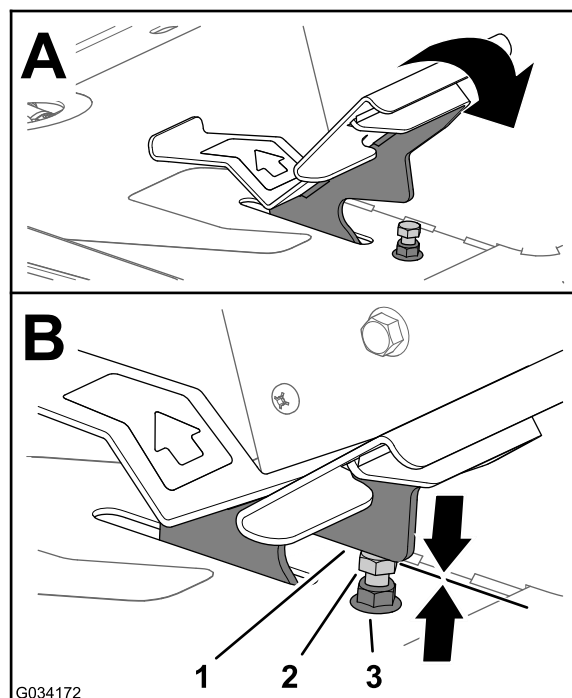
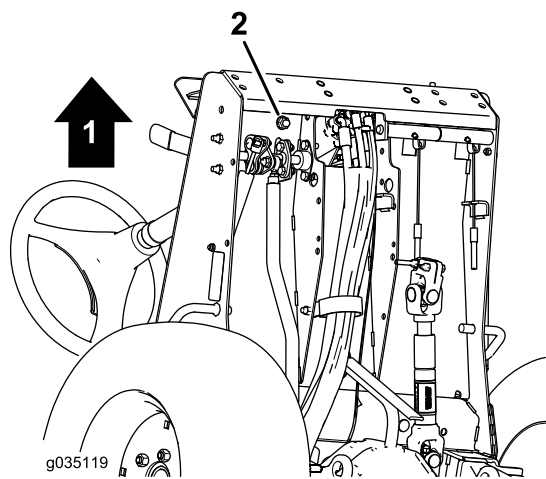

Figura 80
Figura 81
1. Spostate completamente in avanti il pedale di trazione (Figura 80).
- A. Fissate l'arresto del pedale di trazione (Figura 80) con una chiave.
- B. Allentate il controdado nella parte inferiore della piastra di appoggio del piede (Figura 81).
- C. Spostate completamente in avanti il pedale di trazione (Figura 80).
- D. Mantenendo fisso l'arresto del pedale di trazione, regolate il controdado sopra la piastra di appoggio del piede (Figura 80) fino a quando il pedale della trazione non viene a contatto con l'arresto.
- F. Mentre tenete fisso l'arresto del pedale di trazione, serrate il controdado nella parte inferiore della piastra di appoggio del piede (Figura 80 e Figura 81) a 37-45 N m.